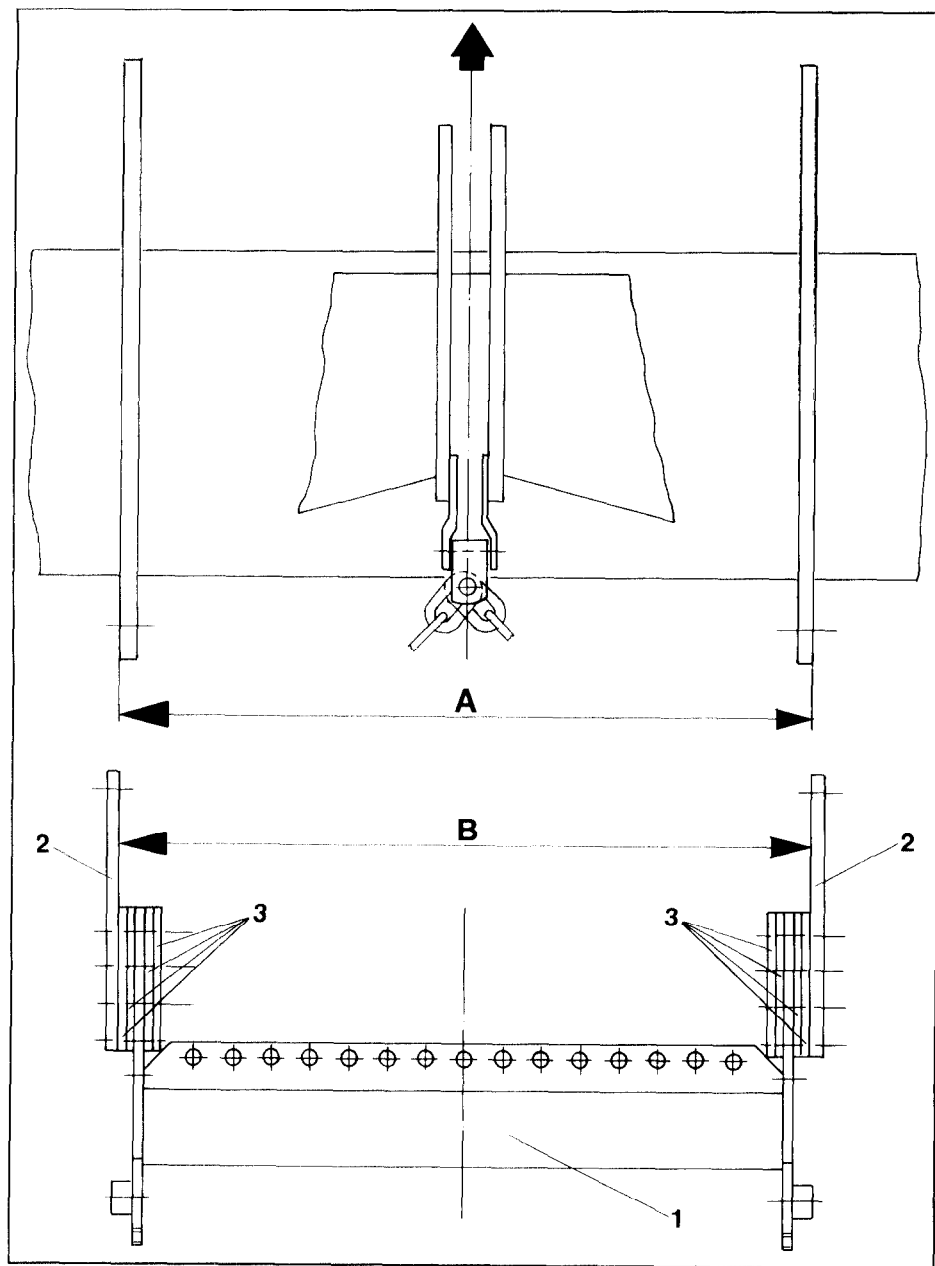
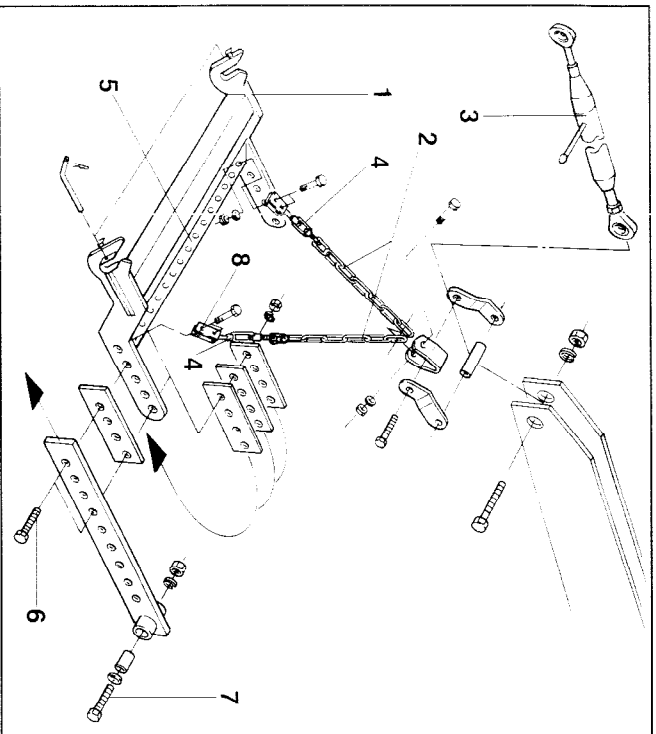
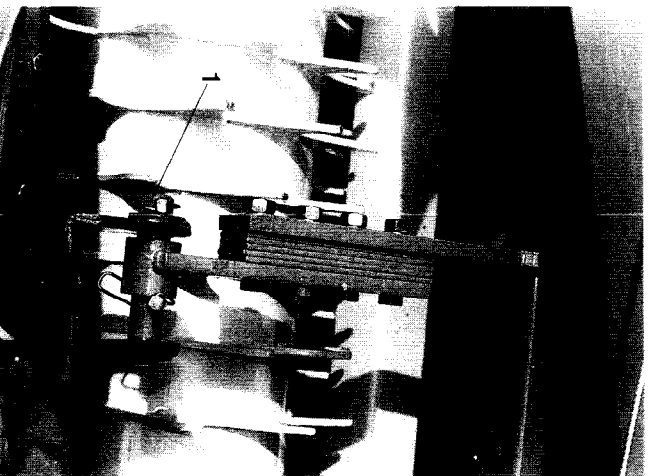

Fig. 17
Fig. 19
Fig. 20
For at montere koblingsrammen (Fig. 17/1) er det nødvendigt først at finde afstandene „B“ og „C“ (se Fig. 17 og 18).
Find afstand „B“(se Fig.17):
- Afstand „A“(fig.17) udmål de bagerste monteringspunkter på Deres jordbearbejdningsredskab.
- Koblingsrammen (Fig. 17/1), koblingspladerne (Fig. 17/2) og justeringspladerne (Fig. 17/3) skal monteres med mindst to stålbolte (Fig. 19/6) på hver side af koblingsrammen.
Afstand „B“ indstilles ved hjælp af justeringspladerne (Fig. 17/3).
Som regel kan man ikke indstille afstand „C“ helt nøjagtigt, på grund af hulrækkerne i koblingsrammen (Fig. 17/1) og i koblingspladerne (Fig 17/2) hvor der er en afstand på 50mm.
Koblingsrammen (Fig.19/1) skal fastgøres i midten på de bagerste nederste tilkoblingspunkter på jordbearbejdningsredskabet. Koblingsrammen er (alt efter fabrikat) som vist på figur 19 og 20, enten monteret med stålbolte (Fig.19/7) eller med splitbolte (Fig. 20/1) så den kan bevæge sig.
To Kæder (Fig.19/2) skal monteres sammen med topstangen (Fig.19/3) i topstangsfæstet. I kædeenderne er der monteret en sjækkel. I hver sjækkel skal der monteres et spændebeslag (Fig.19/4). Spændebeslagene skal så vidt muligt monteres helt ude ved hulskinnen (Fig.19/5) ved hjælp af træklaskerne (Fig.19/8). Træklaskerne må kun monteres længere inde hvis der sider nogle maskindele i vejen, der derved gør det umuligt at montere foruden.